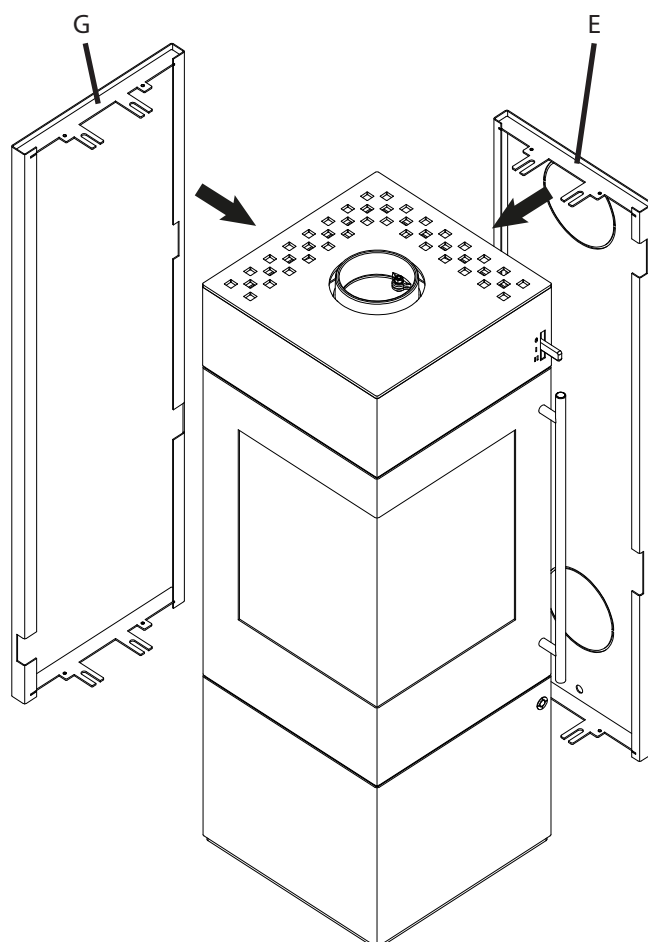

Fig.4
- Extraer la tapa para la conexión del tubo de estufa y la tapa para la conexión de aire de combustión del panel posterior (E) (ver Fig.4).